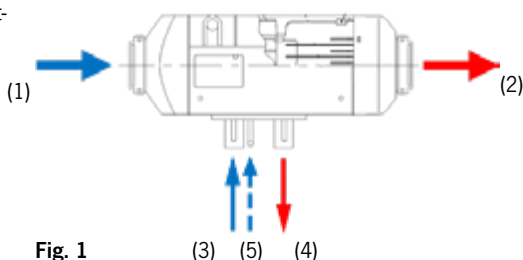
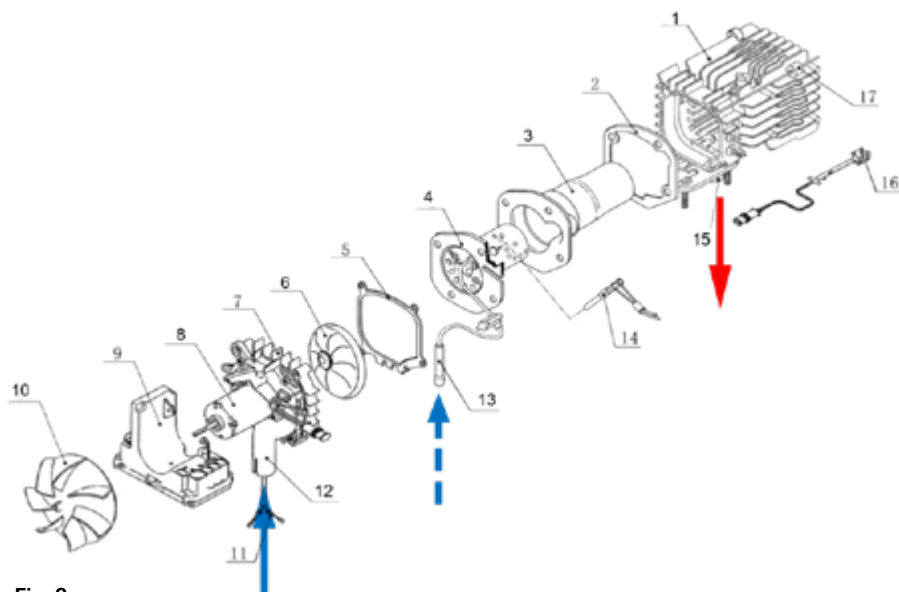
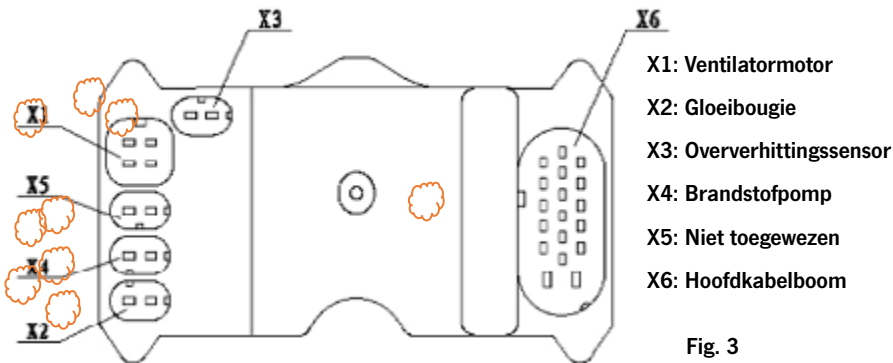

Fig. 1
Fig. 2
Fig. 3
Deze oven bestaat uit een brander [Pagina 80 Fig. 2 (4)]
en een verbrandingskamer [pagina 80, fig. 2 (3)] die zich in een warmtewisselaar [pagina 80, fig. 2 (1)] bevinden.
Koude lucht wordt door de waaier [Fig. 1 (1)] [Pagina 80 Fig. 2 (10)] in deze doorgang gezogen. Na het passeren van de warmtewisselaar wordt warme lucht uitgeblazen [Fig. 1 (2)].
Voor het verbrandingsproces moet de verwarming worden voorzien van brandstof en verse lucht. De brandstof komt de brander binnen via de brandstofleidinginlaat [Fig. 1 (5)] [Pagina 80 Fig. 2 (13)] en wordt na verstuiving ontstoken door de gloeibougie [Pagina 80 Fig. 2 (14)]. De vlam komt terecht in de opening tussen de wanden van de brander [Pagina 80 Fig. 2 (4)] en de verbrandingskamer [Pagina 80 Fig. 2 (3)] aan de achterzijde van de brander.
De toevoer van verbrandingslucht wordt verzorgd door de luchtinlaat [Afb. 1 (3)] [Pagina 80 Afb. 2 (12)]. De binnenste toevoerventilator [Pagina 80 Afb. 2 (6/8)] drukt de lucht in de brander. Na de verbranding van het mengsel van lucht en verstoven brandstof wordt het uitlaatgas afgevoerd via de uitlaatgasdoorvoer [Afb. 1 (4)] [Pagina 80 Fig. 2 (15)].
De controller [pagina 80, afb. 2 (9)] bevindt zich in het voorste deel van de verwarming achter de waaier van de verwarmingsventilator. De belangrijkste taken van de controller zijn het verzamelen van alle gegevens van de verwarming (bijv. temperatuursensoren, aandrijfcircuit, frequentie, toerental, spanning en meer). Op basis van deze gegevens automatiseert de controller het verwarmingsproces, de systeemcontrole en de afhandeling van systeemstoringen.
De oververhittingssensor [pagina 81 fig. 3 (X3)] is geïnstalleerd op de achterste buitenwand van de warmtewisselaar [pagina 80 fig. 2 (16)]. Als de temperatuur van het aluminium hoger wordt dan een bepaalde bovengrens, wordt het brandstofpompcircuit door de regelaar onderbroken en wordt de brandstoftoevoer onmiddellijk gestopt. Vervolgens wordt de verwarming uitgeschakeld ter bescherming tegen oververhitting.